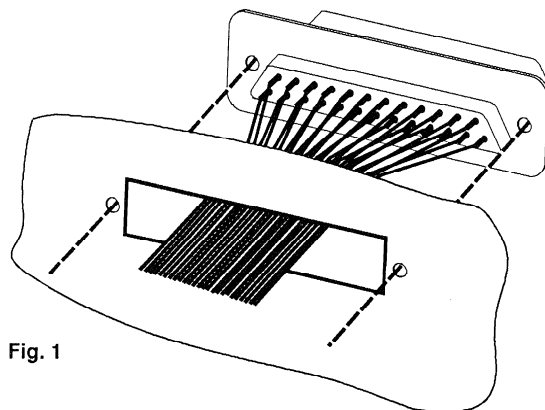

Fig. 1
- Neuen Monitor-Kabelbund einsetzen: 25 pol D-Type Stecker durch linke Gummitülle in der gelochten Traverse schieben (Ansicht von hinten) und in Position "Monitor Panel" entsprechend Fig. 1 montieren.